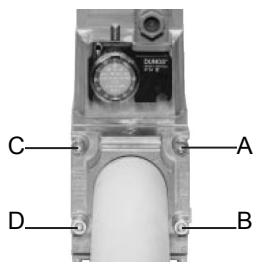

Рис. 7
1. Расслабить винты А и В, но не снимать их (Рис. 7 и Рис. 8)
2. Отвинтить винты С и D (Рис. 7 и Рис. 8)